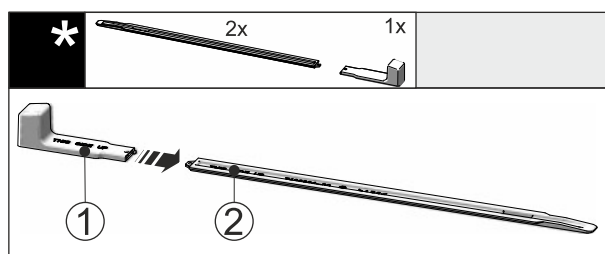

Fig. 47
- Uchwyt montażowy Fig. 47 (1) podłączyć do szyny niwelującej Fig. 47 (2).